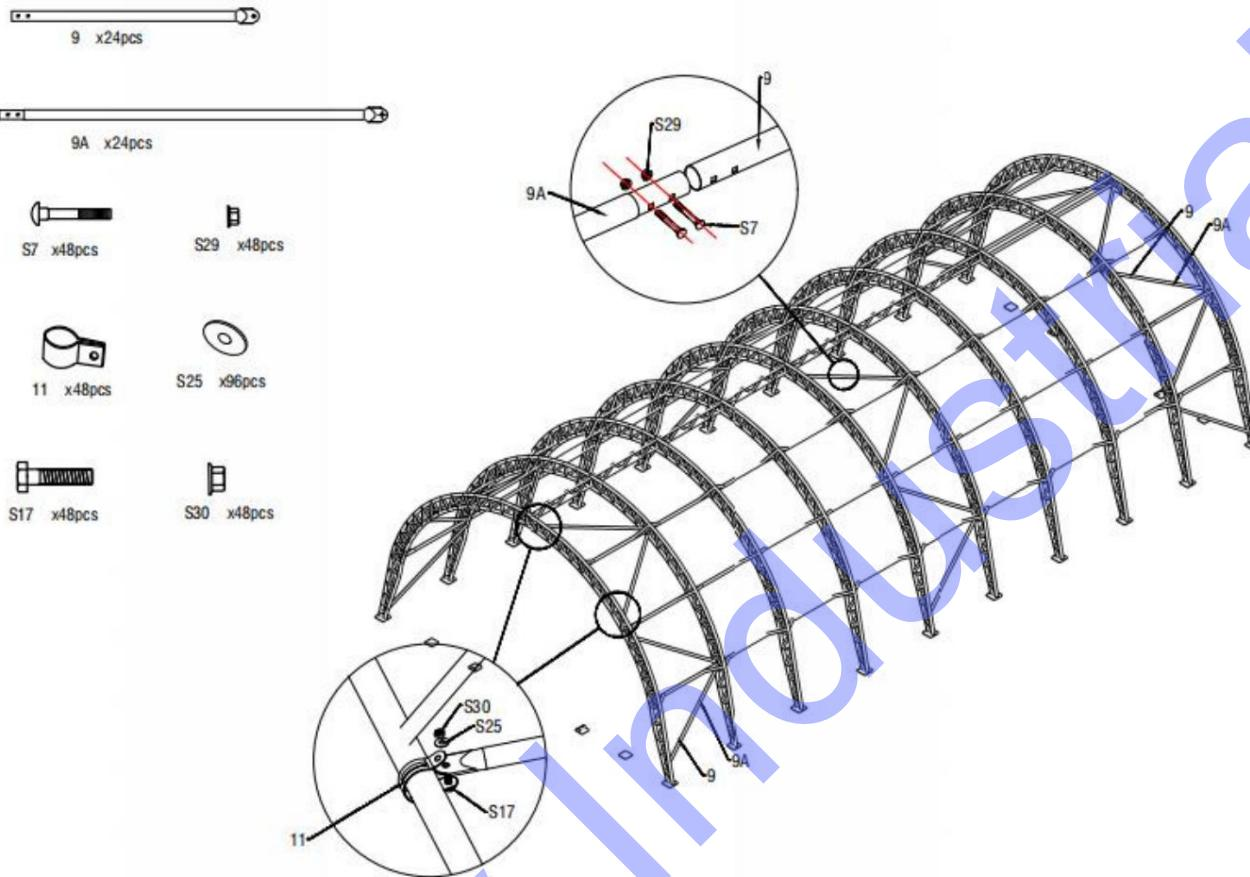

Figure 10
6. Comme le montre la figure 10, trouvez le tube femelle de support diagonal (n° 9) et le support diagonal Tube mâle (n° 9A) et assemblez chaque tube de support de groupe avec un boulon de carrosserie M8x60 (n° S7) et écrou à bride M8 (n° S29). Raccordez ensuite le tube de support diagonal à arc en utilisant le clip (n°11).